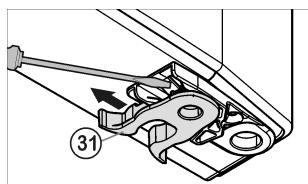

Fig. 6
- ▶ Извлеките опорный винт (22) с шайбой (23), вытягивая его вверх.
- ▶ Снимите пробку (21).
- ▶ Открутите (26) опорный кронштейн (25).
- ▶ Открутите (29) опорную деталь (28) и, переставив в отверстие на противоположной стороне опорного кронштейна, снова прикрутите.
- ▶ Осторожно снимите и переставьте на противоположную сторону крышку со стороны ручки (27) и винт (40).
- ▶ Снова прикрутите опорный кронштейн (25) на новой стороне шарнира (**с моментом 4 Нм**). При необходимости используйте аккумуляторный шуруповерт.
- ▶ Переставьте пробку (21) в свободное отверстие.
- ▶ Снова установите опорный палец (22) с шайбой. При этом фиксатор должен быть направлен назад.
- ▶ переставить пружинный зажим Fig. 6 (31): Нажать вниз язычок защелки, снять с него пружинный зажим.